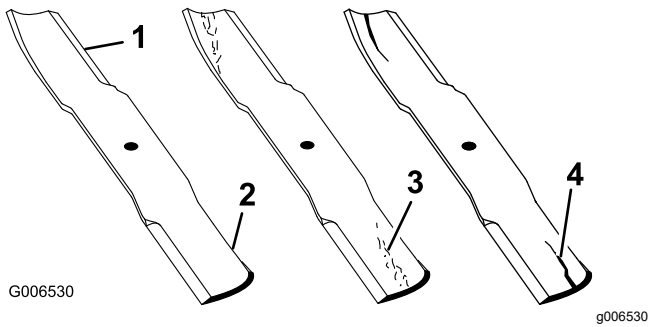

Figure 71
1. Examinez le tranchant des lames (Figure 71).
4. Remplacez immédiatement toute lame fendue, usée ou qui présente une entaille sur cette partie (Figure 71).